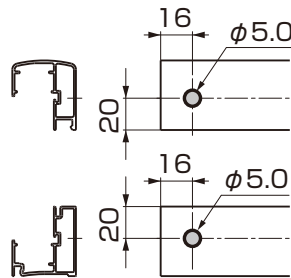
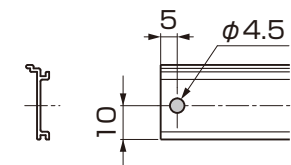

図1-4 上棧、下棧
図1-5 上枠、下枠
②切断した上棧と下棧にφ5.0の穴、上枠と下枠にφ4.5の穴をあけてください。(図1-4、図1-5参照)